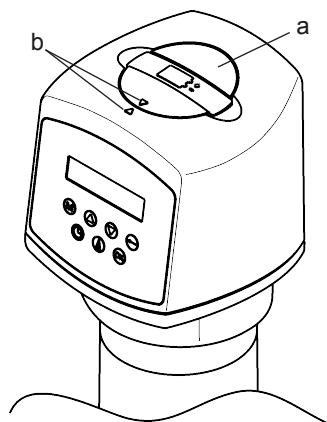

Abb. 8: Batteriewechsel
5. Batteriedeckel wieder schließen. Auf korrekte Lage der Pfeilmarkierungen achten (siehe Abbildung 8).